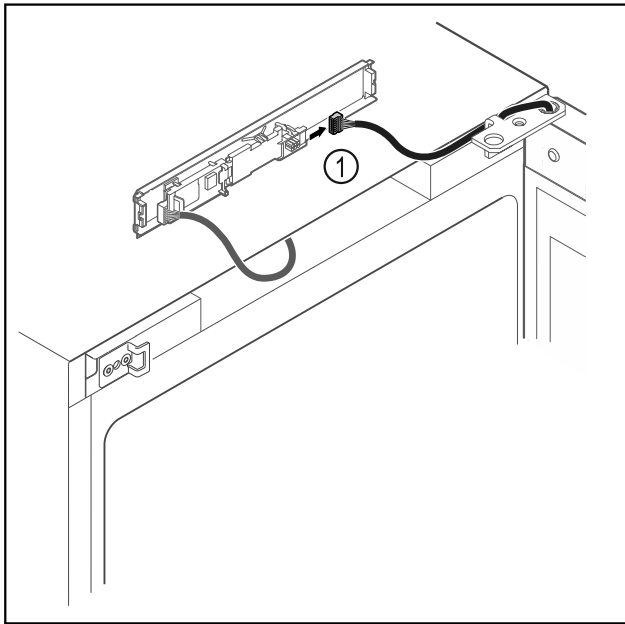

Fig. 8
- ▶ Stekker Fig. 8 (1) van printplaat loskoppelen.